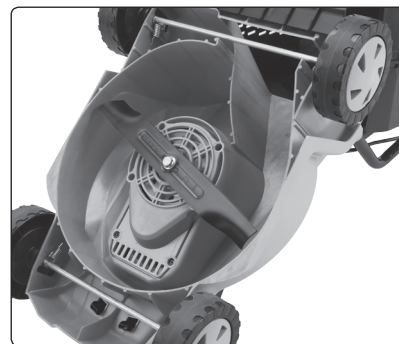

Abb. 5
- ➔ Ist das Messer von seiner Form her unsymmetrisch, weil es durch einen Aufprall beschädigt wurde, lassen Sie es von einem Fachmann richten. Lassen Sie ein stumpfes Messer fachmännisch schärfen. Weist das Messer eine geringe mechanische Beschädigung auf, z. B. infolge eines Aufpralls, lassen Sie die beschädigte Stelle ausschleifen – es ist jedoch immer für eine ordnungsgemäße Auswuchtung des Messers zu sorgen. Ein unausgewuchtetes Messer verursacht übermäßige Vibrationen beim Lauf des Rasenmähers. Falls dies passiert, schalten Sie den Rasenmäher sofort ab und stellen Sie eine Reparatur sicher. Dies könnte sonst zur Beschädigung des Rasenmähers und gefährlichen Situationen führen. Verwenden Sie das vom Hersteller gelieferte Originalmesser. Bei der Montage vom Messer ist dieses so anzubringen, dass die ggf. angeführte Aufschrift „THIS SIDE TO GRASS“ zum Gras gerichtet ist, siehe Abb. 5.